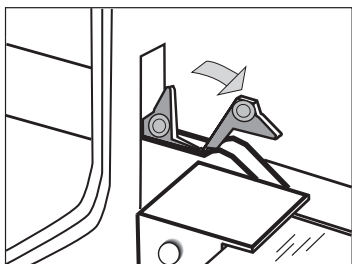

Fig. 32
- Erguer as duas alavancas de bloqueio, localizadas nas extremidades inferiores das dobradiças [Fig. 32].